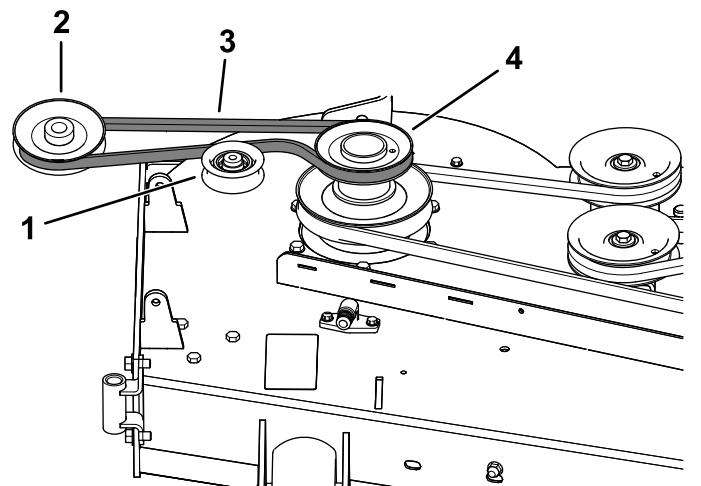
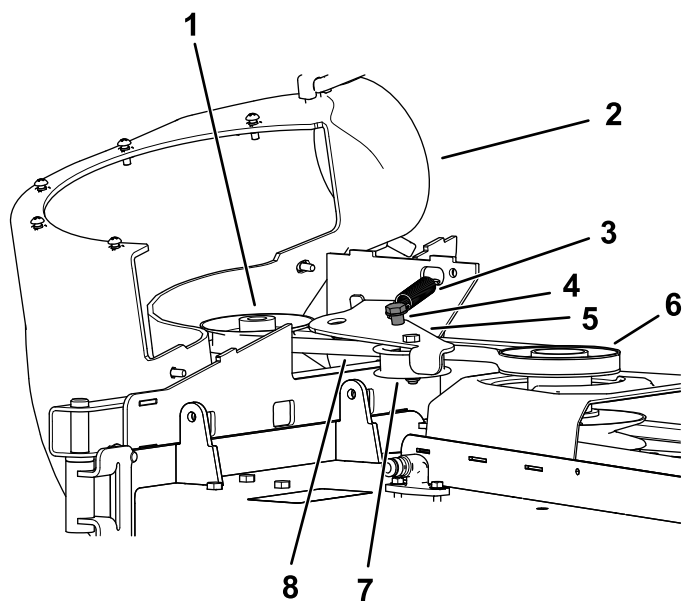

Bild 26
Bild 27
1. Legen Sie den Riemen ggf. um die Riemenscheibe des Gebläses (Bild 26).
- Verlegen Sie den Riemen um die Gebläseriemenscheibe (Bild 26 und Bild 27), siehe 11 Einbauen des Gebläses (Seite 16).
3. Ziehen Sie die gefederte Spannscheibe von der starren Federstrebe weg und verlegen Sie den Riemen um die Riemenscheibe am Mähwerk (Bild 27).
4. Verlegen Sie den Riemen um die Antriebsscheibe, wie in Bild 26 und Bild 27 dargestellt.